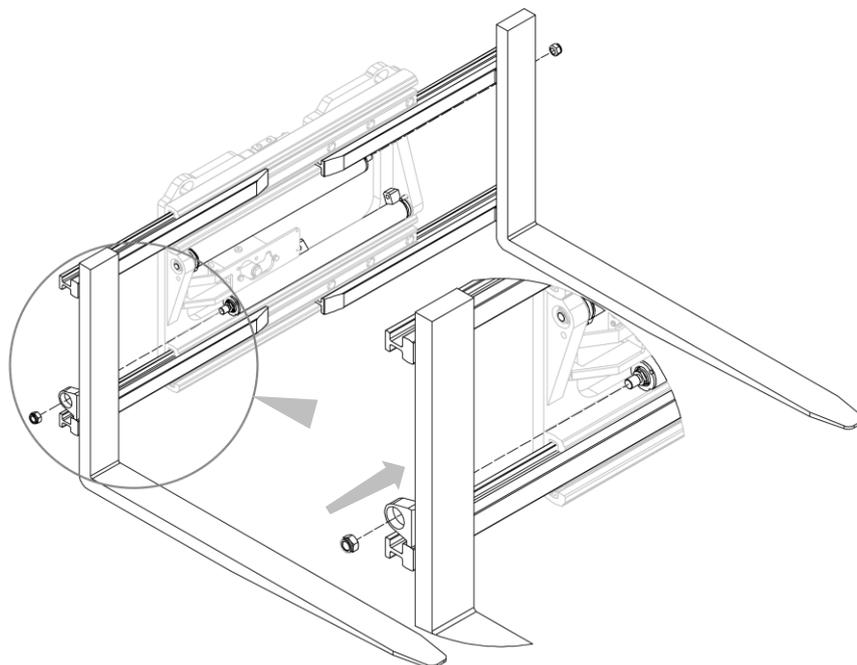
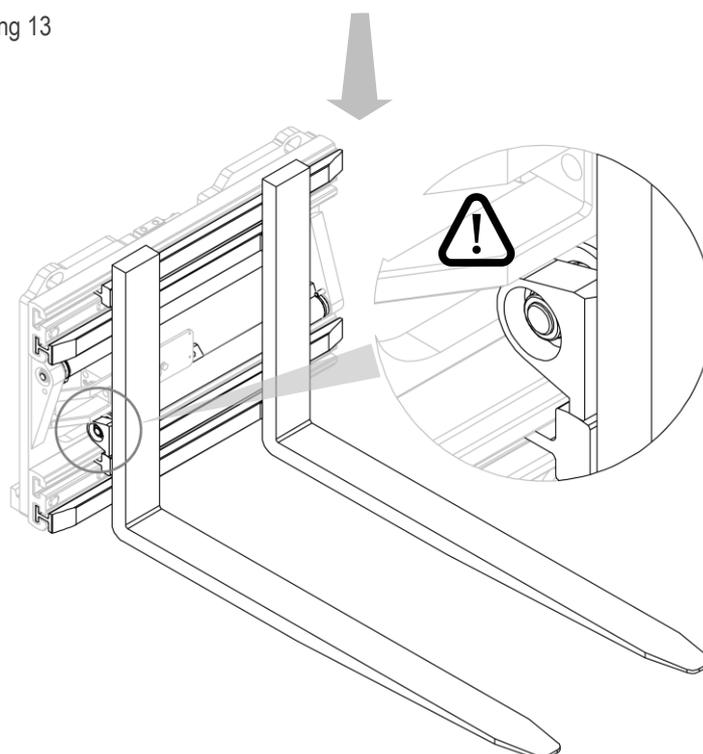

Abbildung 13
Abbildung 14
2. Setzen Sie die Gabelzinken mit Gleitprofilen in die vorgesehenen Sitze ein und befestigen Sie sie mit den entsprechenden Muttern an den Zylindern (siehe *Abbildung 13* und *Abbildung 14*).